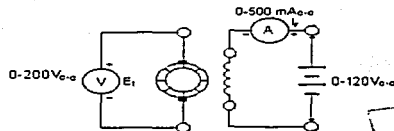

Figura 4
- Conectar el circuito de la figura 4.